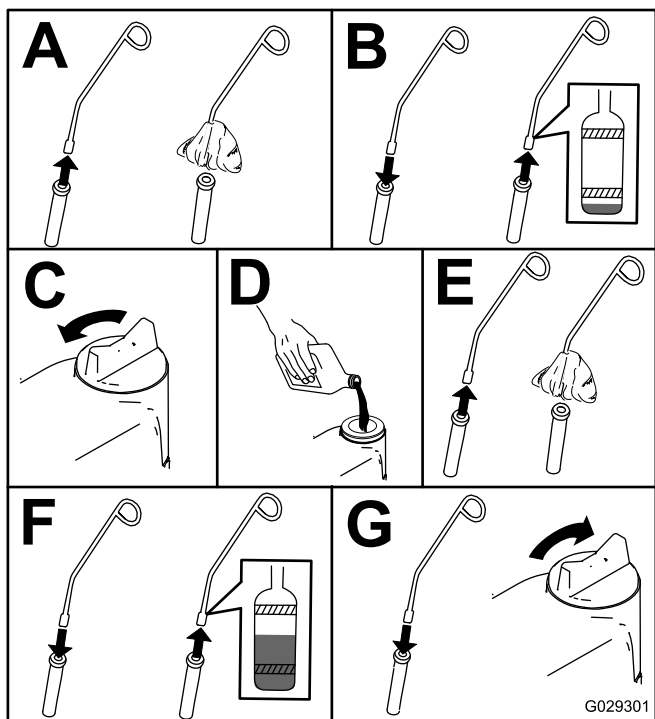

Figure 42
3. Contrôlez le niveau d'huile moteur, comme montré à la Figure 42.